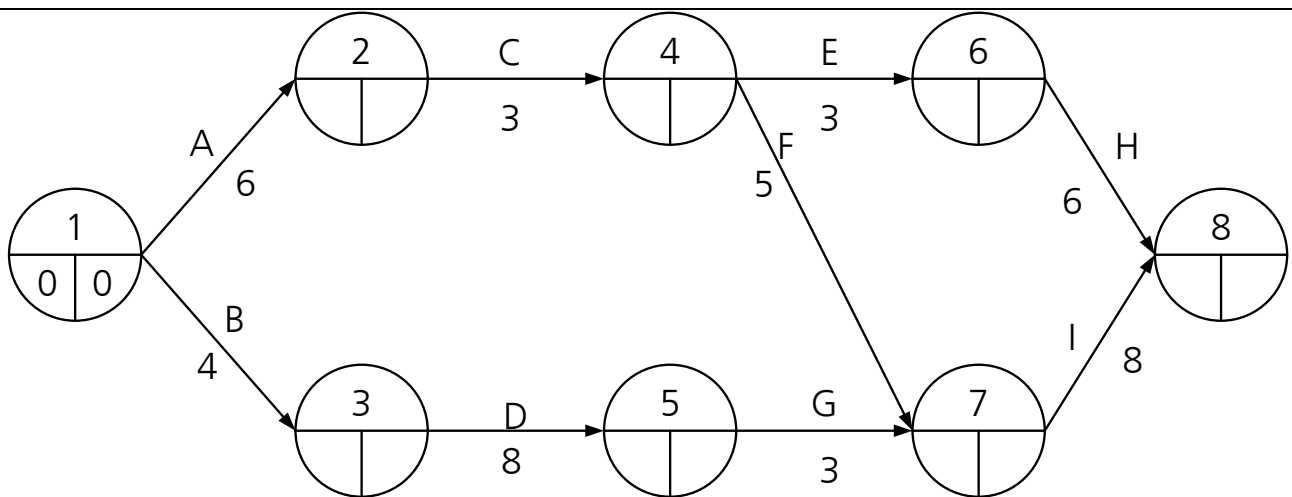

Abbildung 1: CPM-Netzplan
- b) Vervollständigen Sie den CPM-Netzplan in Abbildung 1, indem Sie zunächst die fehlenden Vorgänger-Nachfolger-Beziehungen ergänzen. Verwenden Sie dabei möglichst wenige Scheinvorgänge. Berechnen Sie anschließend die frühesten (FT) und spätesten (ST) Eintrittszeitpunkte der Ereignisse und tragen Sie diese in die Abbildung ein. **16 Punkte**
- d) Erläutern Sie in diesem Zusammenhang den Begriff „Kritische Aktivität“ und markieren Sie die entsprechenden Vorgänge in Abbildung 1. **2 Punkte**